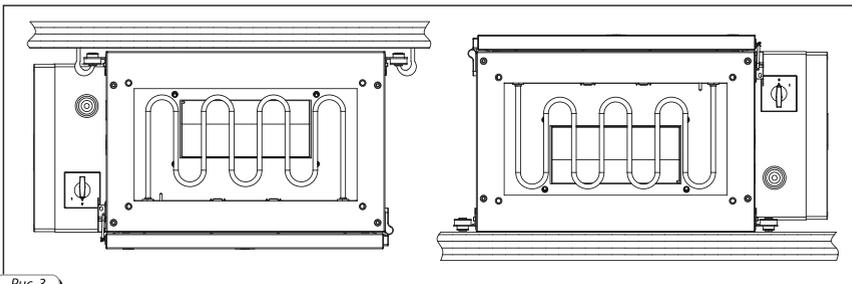

Рис. 3
**Установку Blaibox ME** можно поставить или подвесить на резьбовом стержне, при этом она должна быть прочно закреплена, чтобы полностью исключить возможность освобождения или падения (необходимо учесть вес **установки Blaibox ME** и материал, к которому оно прикрепляется), с применением всех монтажных L-образных держателей с антивибрационной вставкой, прикрепленных к основанию установки (рис.3).